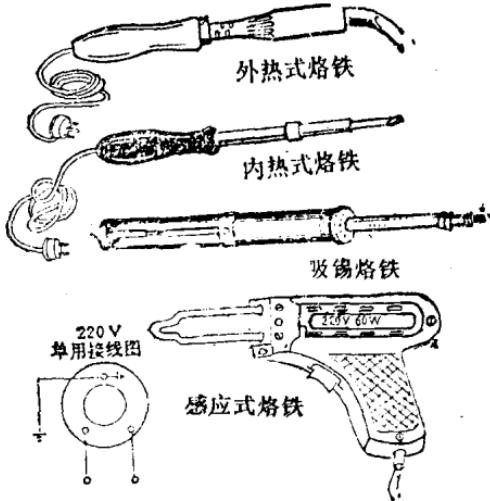

图1-4 电烙铁
1. 电烙铁的种类。 见图1-4所示。主要分内热式、外热式和感应式三种。为了修理电器的方便，还生产了一种吸锡烙铁。它能把元件腿上的焊锡吸到烙铁柄内部的空腔中，以便元件的拆卸。